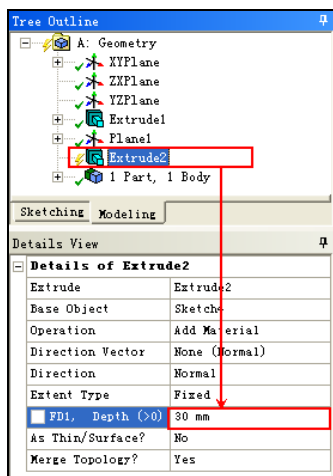

图 2-53 设置拉伸参数
- 步骤 01** 单击几何建模工具栏中的 **Extrude** (拉伸) 按钮, 在参数列表中设置 Base Object 为 Sketch4, 设置 “FD1,Depth” 为 30mm, 如图 2-53 所示。